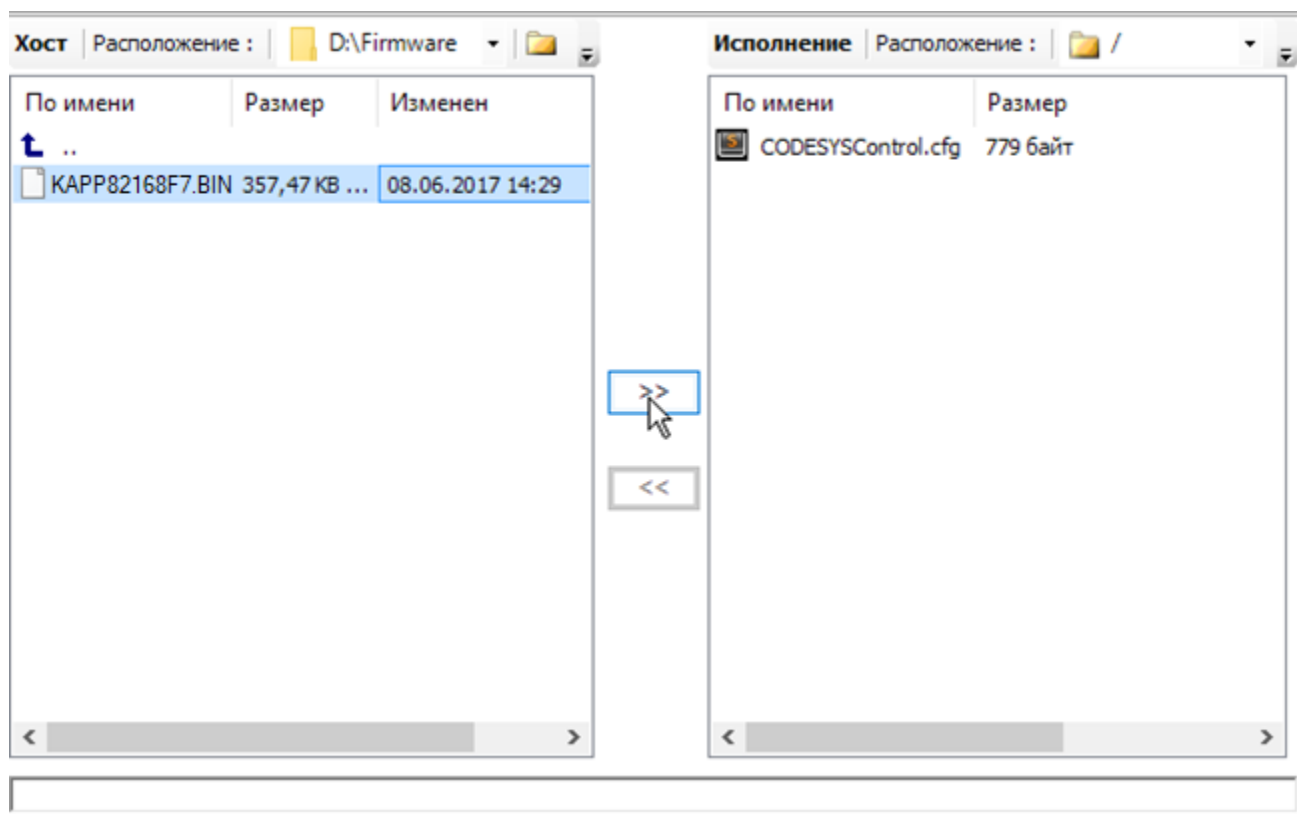

Рисунок 29 – Загрузка файла прошивки через среду CODESYS
- подключиться к контроллеру при помощи среды CODESYS и скопировать файл через файловый менеджер CODESYS (рисунок 29) в корневой каталог.